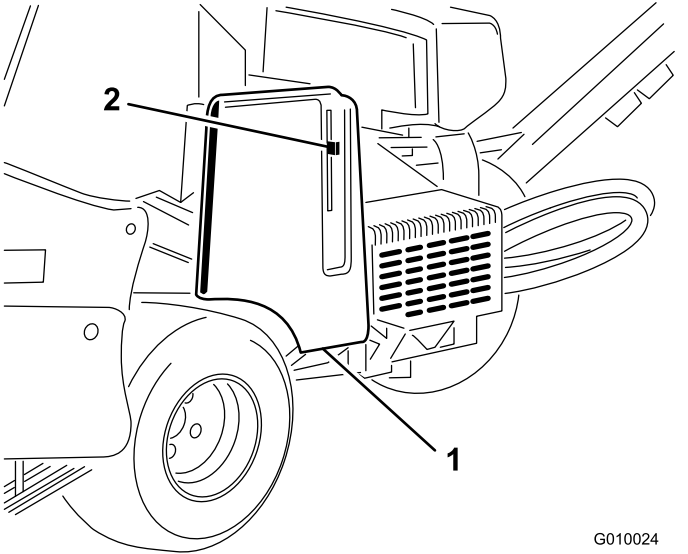

Figure 60
2. Déverrouillez et déposez le protège-courroie (Figure 60).